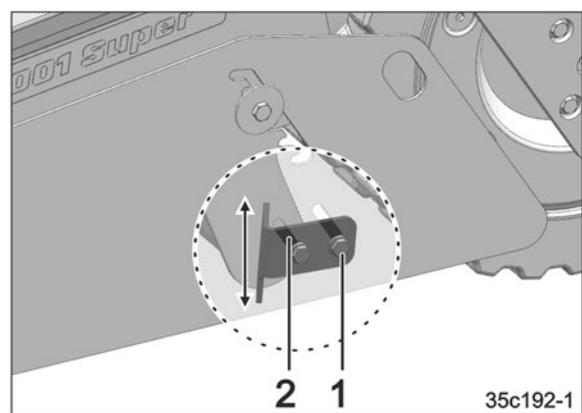

Fig. 112
1. Schrauben (Fig. 112/1) lösen.
2. Erdleitwinkel (Fig. 112/2) in die gewünschte Position bringen.